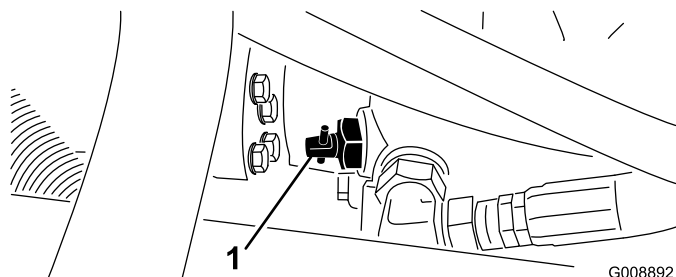

Figura 38
1. Localice la válvula de desvío en la bomba (Figura 38) y gírela 90°.